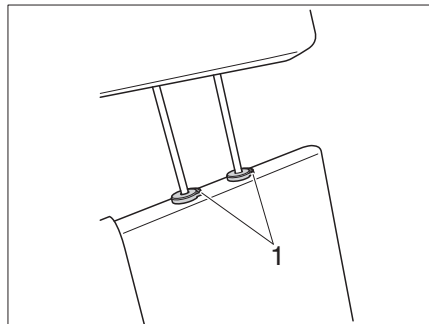

Fig. 22 Reposacabezas banco (Variante 2)
- Variante 2** ■ Pulsar los dos botones de seguridad (Fig. 22,1) y ajustar o desmontar el reposacabezas.